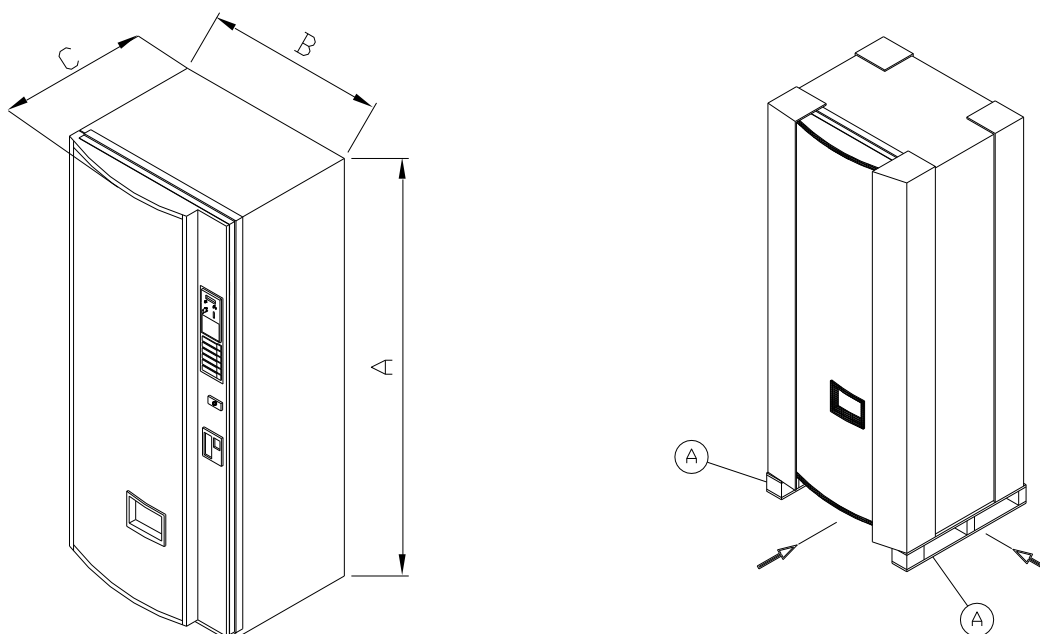

ABB. 3.1
- Benutzen Sie einen Hubwagen (min. Belastbarkeit 400kg). Die Transportpaletten (A) erlauben das Transportieren des Verkaufsautomaten von allen Seiten (Abb. 3.1).